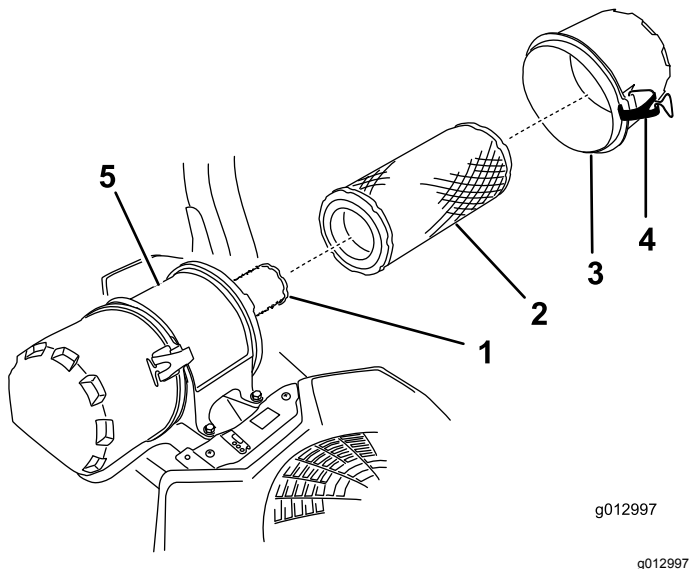

Figure 46
6. Ouvrez les dispositifs de verrouillage du filtre à air et détachez le couvercle du boîtier du filtre (Figure 46).
- Sortez le préfiltre du boîtier du filtre avec précaution (Figure 46).
- Si vous remplacez l'élément intérieur, insérez-le avec précaution dans le boîtier du filtre (Figure 46).
- Placez ensuite le préfiltre sur l'élément de sécurité avec le même soin (Figure 46).
- Remettez en place et verrouillez le couvercle du filtre à air (Figure 46).